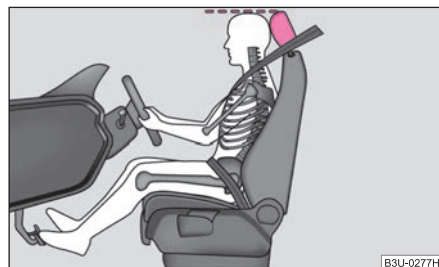

Fig. 156 El ajuste correcto del reposacabezas del conductor
- Ajuste el reposacabezas de tal modo, que el borde superior del mismo se encuentre de ser posible a la misma altura que la parte superior de su cabeza ⇒ fig. 156.
⇒ página 157, fig. 156.